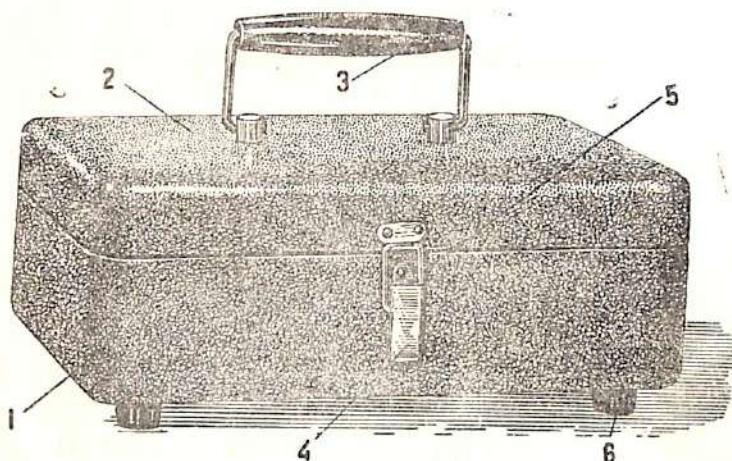

Рис. 1.
АВОметр (рис. 1 и 2) смонтирован в железном футляре (1). На крышке (2) закреплена ручка (3) для переноски прибора. Футляр закрывается специальным замком (4) с защелкой (5). Крышка установлена на петлях. Однако для удобства работы с прибором (в особенности в стационарных условиях) крышка может быть легко снята с петель. Футляр установлен на четырех ножках (6).